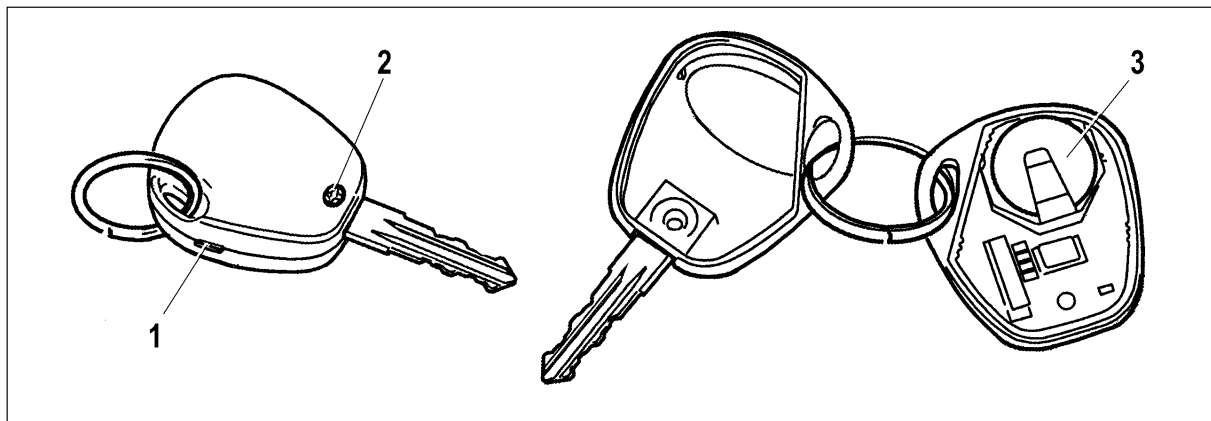

Рис. 50. Замена элемента питания пульта дистанционного управления
- выкрутите винт 2 (рис. 50) со стороны корпуса, противоположной кнопкам управления;